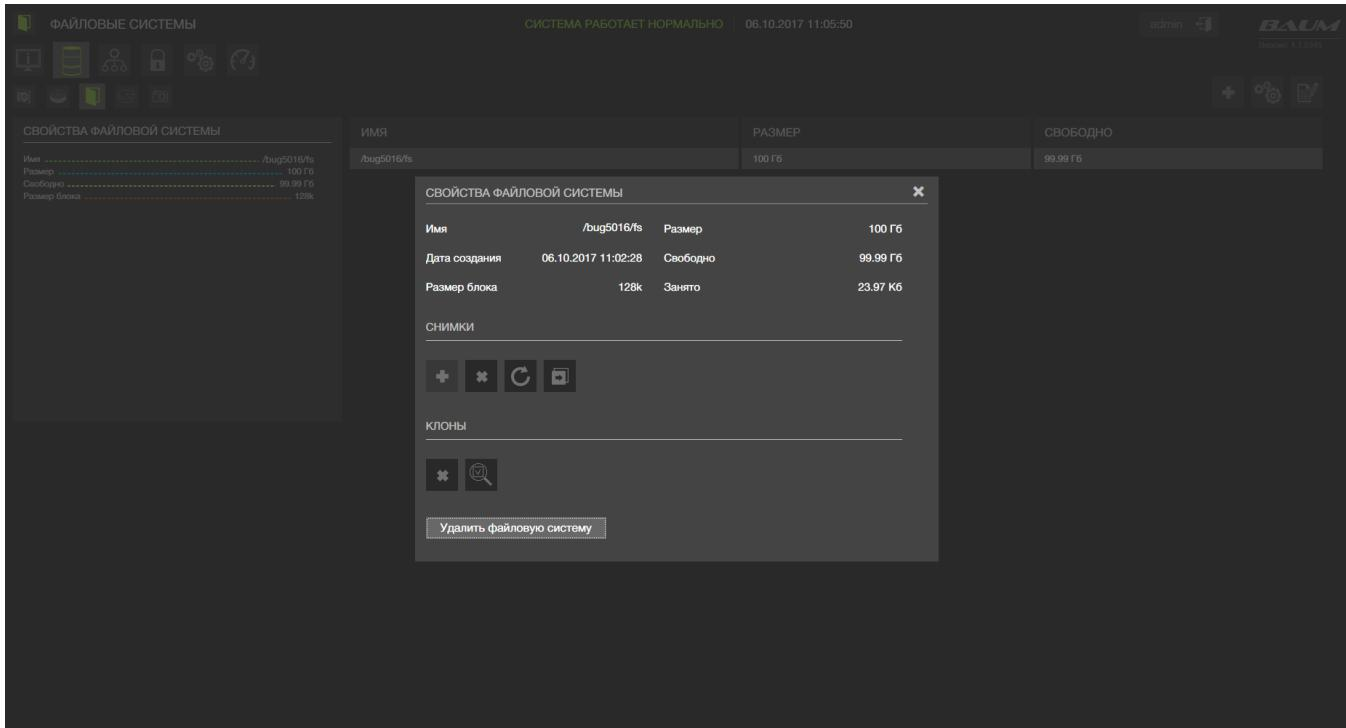

Рисунок 55 – Удаление файловой системы
- 4) Нажать на кнопку «Удалить» (см. Рисунок 55)